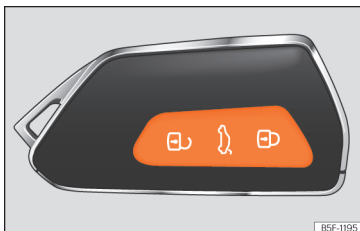

Fig. 75 Cheia cu telecomandă: tastele.
- Încuiere: apăsați butonul  **fig. 75.**